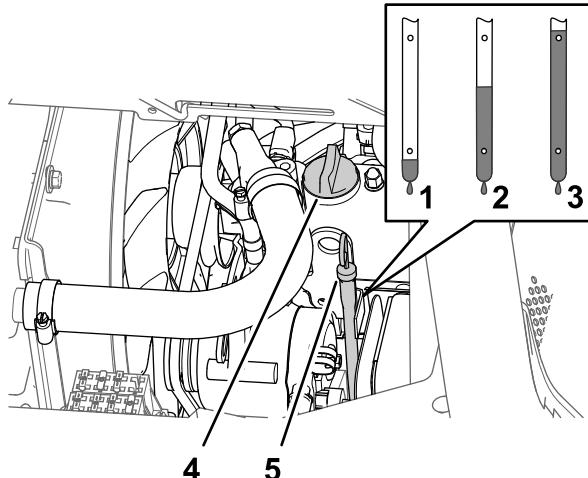

図 80
- エンジンバルブカバー図 80 からオイル補給口のキャップを取り、所要量の約 80% のオイルを入れる。
- ディップスティックの目盛りで油量を点検する図 80。
- ディップスティックの FULL マークに達するまで補給口から残りのオイルをゆっくりと補給する図 80。
- 補給口にキャップとディップスティックを取り付ける図 80。